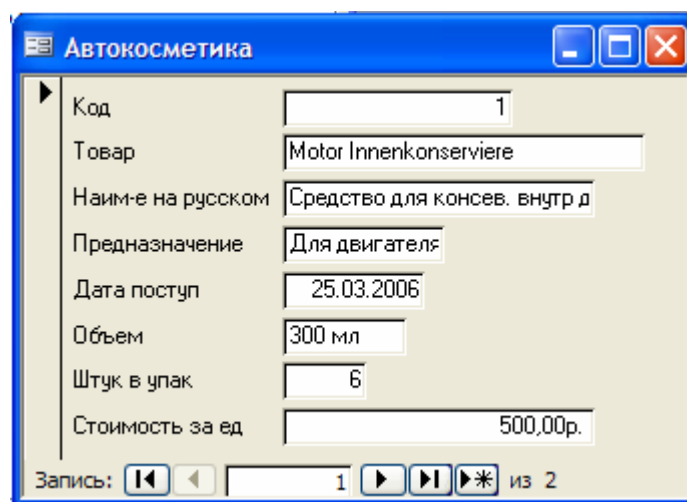

Рис. 6.2. Форма *Автокосметика*
- щелкните по кнопке <Готово>. Перед вами откроется форма в один столбец. Столбец слева – это названия полей, столбец справа – данные первой записи (в нижней части окна в строке параметра *Запись* стоит цифра «1»). Для перемещения по записям надо щелкнуть по кнопке  (в сторону записей с большими номерами) или  (в сторону записей с меньшими номерами). Кнопка  – это переход на первую запись, кнопка  – переход на последнюю запись (см. рис. 6.2).